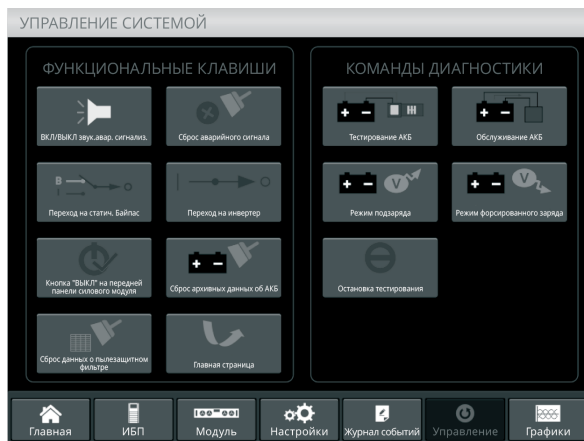

Рис. 4-4. Техническое обслуживание АКБ
1. Испытание на разряд вручную Войдите в меню «Operate» (эксплуатация), как показано на рис.4-4 и нажмите на пиктограмму «Battery maintenance» (техническое обслуживание АКБ) . ИБП переключится в режим АКБ для осуществления разряда аккумуляторов. Процесс разряда остановится, когда емкость АКБ достигнет 20% от номинальной, или при низком уровне напряжения. Можно вручную остановить разряд, нажав на пиктограмму «Stop Test» (остановить диагностику) .